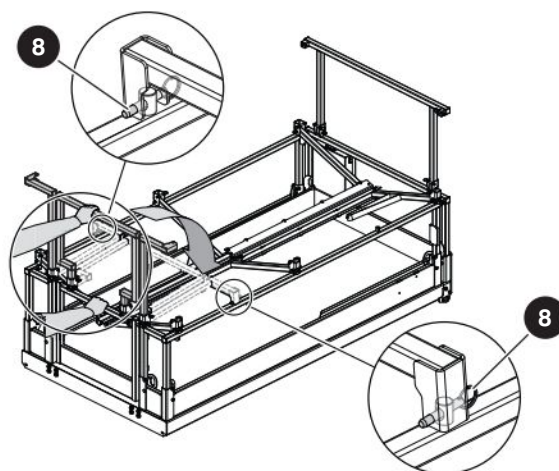

Figura 3-22. Dobre o portão traseiro.
8. Segure o trilho médio com uma mão e use a outra mão para dobrar o portão traseiro. Consulte a seção Figura 3-22 para verificar as posições das mãos. Trave-o instalando os pinos 8. Verifique se a esfera de retenção do pino está completamente inserida.
9. Remova os pinos de travamento da grade de proteção da extensão 9. Segure o trilho médio com uma mão e dobre a grade de proteção com a outra mão (consulte a seção Figura 3-22 para verificar as posições das mãos). Insira o pino 10 para travar a grade de proteção na coluna de montagem. Verifique se a esfera de retenção do pino está completamente inserida.